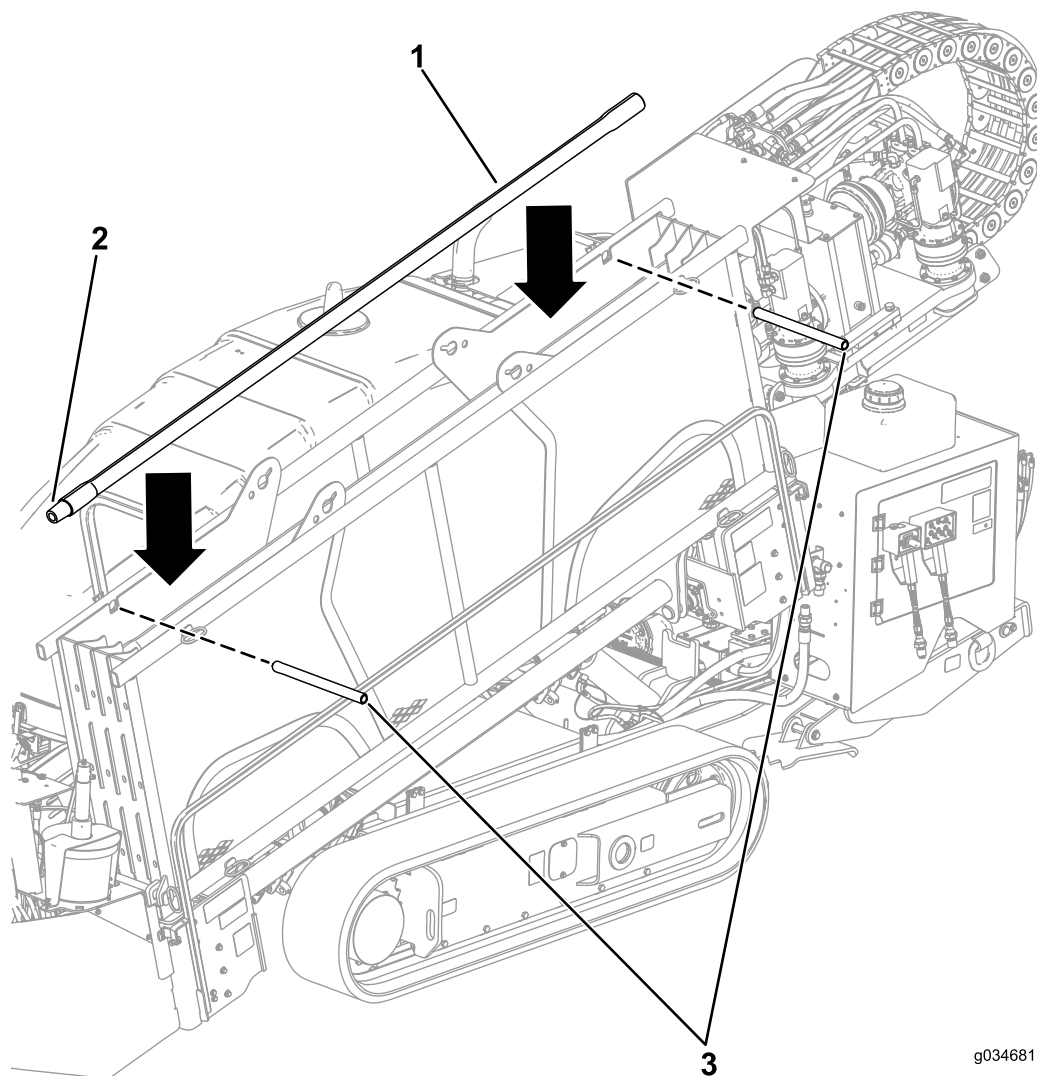

Bild 36
1. Nehmen Sie die Lastösenbolzen vom Rohrhalter ab (Bild 36).
2. Führen Sie die Rohre von oben ein, wobei die Rohrenden mit Außengewinde zur Vorderseite der Maschine zeigen (Bild 36).